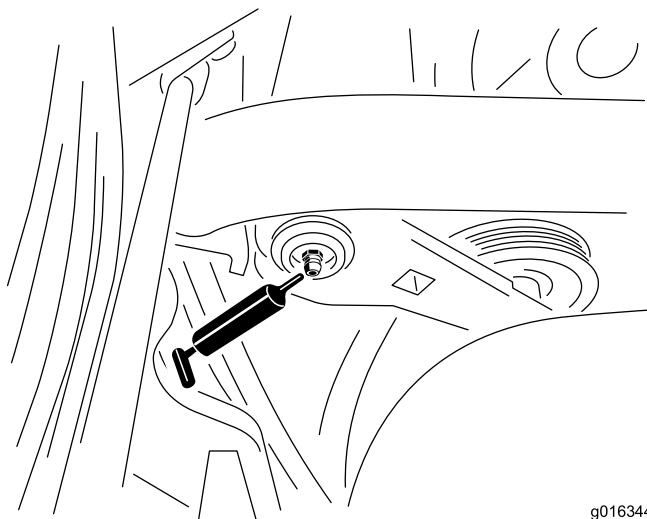

Figura 30
1. Limpie el engrasador para evitar que penetre materia extraña en el cojinete o el casquillo (Figura 30).